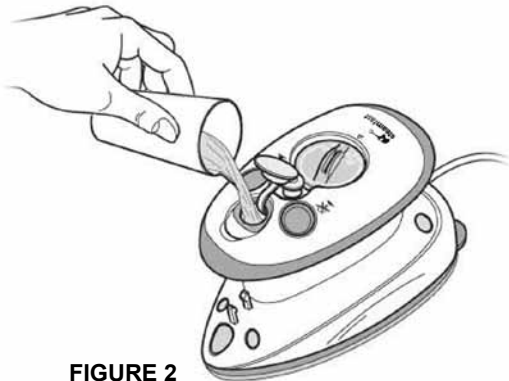

FIGURE 2
4. Ôtez le bouchon du réservoir d'eau. Versez l'eau de la tasse à mesurer dans le réservoir d'eau (FIGURE 2). Remettez le bouchon du réservoir d'eau.